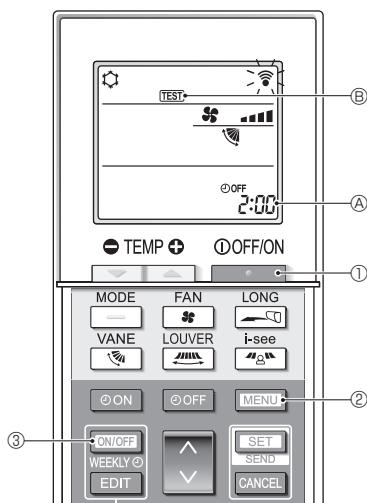

Fig. 7-5
7.2.2. Al usar el controlador remoto inalámbrico (Fig. 7-5)
- Pulse el botón ① para detener el acondicionador de aire.
- Si el temporizador semanal está activado (se muestra **WEEKLY**), pulse el botón ③ para desactivarlo (no se muestra **WEEKLY**).
- Pulse el botón ② durante 5 segundos.
- Se muestra **CHECK** ④ y la unidad entra en el modo de servicio.
- Pulse el botón ②.
- Se muestra **TEST** ⑤ y la unidad entra en el modo de prueba de funcionamiento.